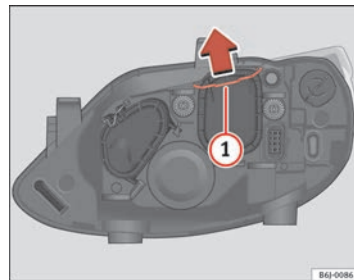

Fig. 133 Anabbaglianti
- Far scorrere il tirante ⇒ pag. 224, fig. 133 ① nel senso della freccia e sfilare la chiusura.